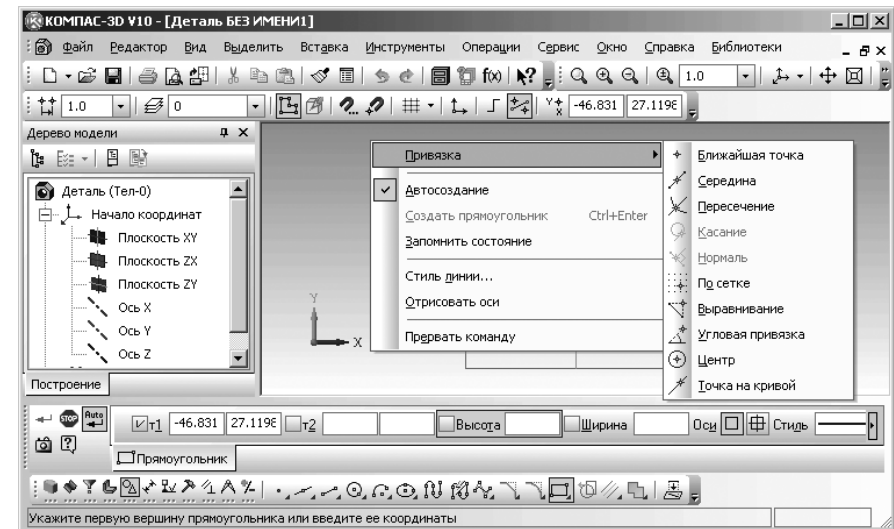

Рис. 2.33. Главное окно системы, контекстное меню (справа) и всплывающее меню для установки локальной привязки (слева)
- щелкните в контекстном меню по пункту **Привязка**. Появится всплывающее меню, показанное на рис. 2.33.